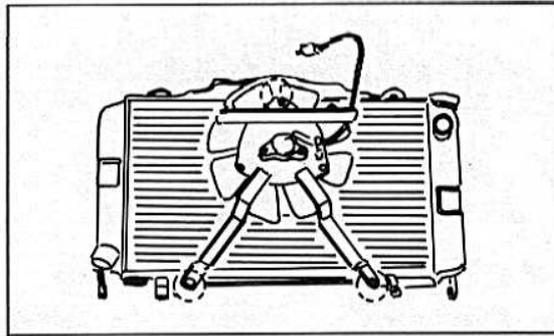

Bild 91
- Das Kühlgebläse vom Kühler abschrauben (Bild 91).